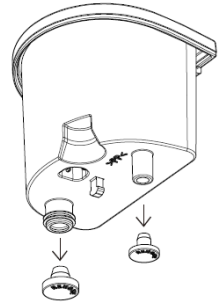
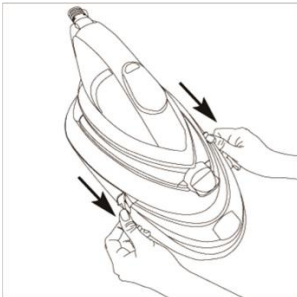

Figura 1
Figura 2
Nu atingeți suprafețele marcate cu simbolul , în timpul sau imediat după călcare. Acestea sunt fierbinți! (Vă rugăm să consultați figura 1 și figura 2)
3. Scoateți capacul de etanșare de pe noul cartuș anti-calcar (Figura 1).
2. Scoateți rezervorul de apă (Figura 2).
2. Scoateți capacul de etanșare de pe noul cartuș anti-calcar (Figura 1).